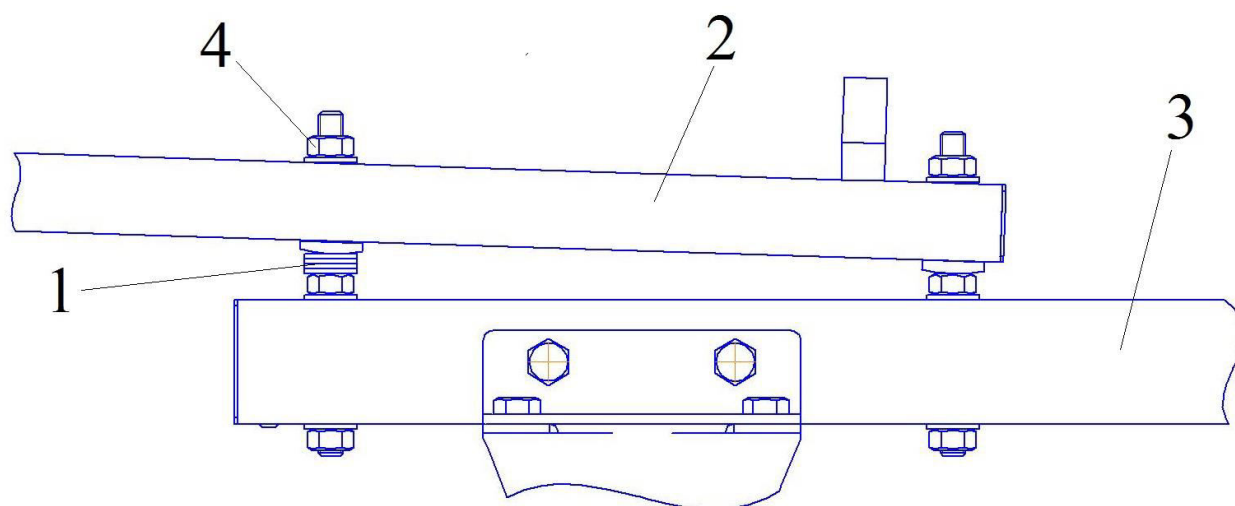
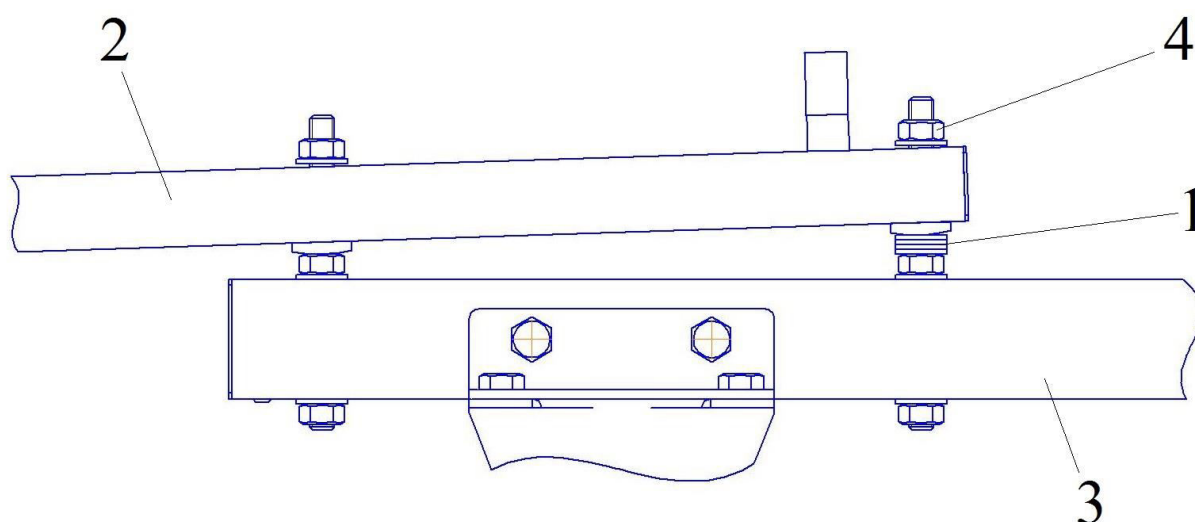

Рис.3
Рис.4
4.1 Установка ГВ-Л1500 ДЖЕТ 670 состоит из колесной тележки 1, с 2 фиксированными 2 и 2 поворотными колесными опорами 3. На тележке установлен ложемент 4 для закрепления газовых баллонов, рукоятка 5 для перемещения тележки, рама горелки 6 с опорами 7 для закрепления горелки. К раме горелки крепится горелка 8 с огневыми наконечниками 9 (16 шт.) и защитными экранами, передним 10 и задним 25. Задний защитный экран устанавливается так чтобы зазор между ним и поверхностью был не менее 20 мм (см.Рис.4) Газовые баллоны 11 и 12 (в комплект поставки не входят) устанавливаются на тележку, и фиксируются к ложементу цепями 13 и 14 с карабинами и талрепами. На вентиль одного баллона устанавливается газовый редуктор БПО-5 15 с выходным двухветвильным тройником 16, на вентиль другого баллона устанавливается редуктор БПО-5 17 с выходным вентиляем 18. На тележку устанавливается запальная горелка 19 и присоединяется рукавом Ду6 20 к одному из вентилях тройника. К другому вентилю тройника присоединяется рукав Ду9 21 идущий к первому присоединительному штуцеру газовой горелки. К выходному вентилю второго редуктора присоединяется рукав Ду9 22 идущий к другому присоединительному штуцеру газовой горелки. Рукава фиксируются зажимами 23. На тележку устанавливается огнетушитель ОУ-2 24 (поставляется по заказу).
4.5.7 Для установки рамы горелки в рабочее положение четыре шпильки (14) установить в отверстия в передней части рамы тележки (см.рис.3) и закрепить гайками (24) с шайбами плоскими (26) и шайбами пружинными (27). На две передние шпильки установить по 4 шайбы (26), после чего закрепить на них раму горелки (8) и зафиксировать ее гайками (24) с шайбами плоскими (26) и шайбами пружинными (27).
5.7 Конструкция рамы горелки позволяет регулировать зазор между нагреваемой поверхностью и наконечниками, путем установки регулировочных шайб. Установка по одной дополнительной шайбе (поз.1) на передние шпильки крепления рамы горелки (поз.2) к раме тележки (поз.3) с каждой стороны (рис.3) приподнимает горелку на 5,5 мм, 2 шайбы — 11 мм, 3 шайбы — 16 мм, 4 шайбы — 22 мм, шайб (поз.1). Установка шайб на задние шпильки — опускает (рис.4). Для установки регулировочных шайб следует открутить верхние гайки (поз.4) крепления рамы